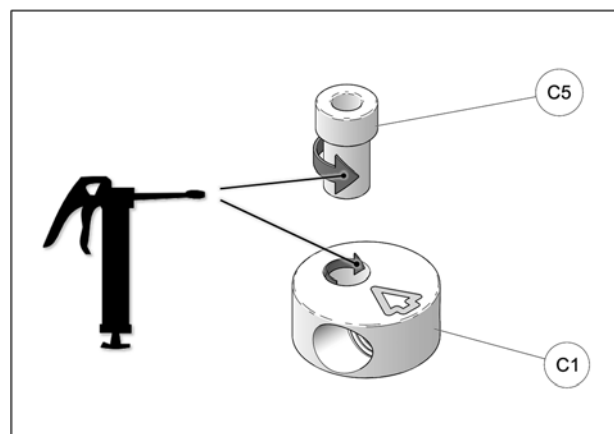

Fig. 23
13. À l'assemblage, les bagues espaceurs (C5) doivent être graissées. Appliquer une couche de graisse uniforme sur toute la circonférence de la bague espaceur et dans le logement du disque en aluminium (C1). Voir la Fig. 23